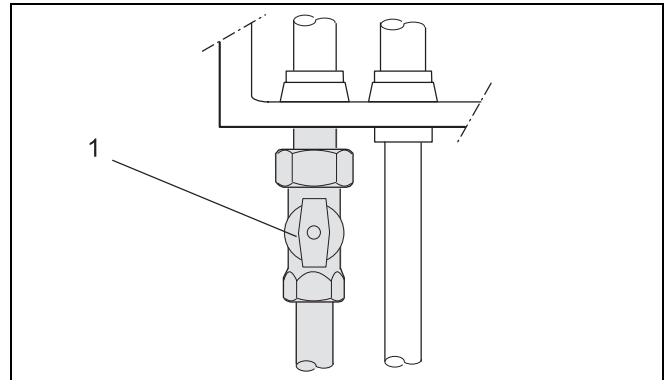

Fig. 5 Collegamento del gas
- Collegare la tubazione del gas senza tensione al collegamento del gas (fig. 5, pos. 1).